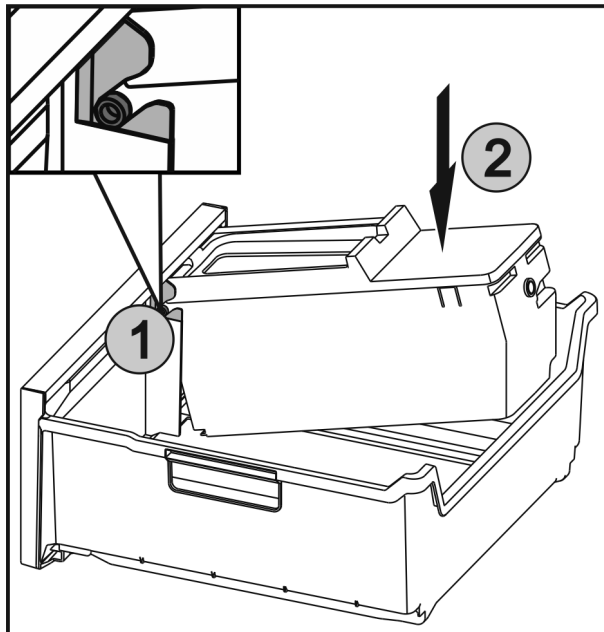

Fig. 59
- ▶ Umetnite osovine Fig. 59 (1) na EasyTwist-Ice-u u vodilice i prsnite stražnju stranu Fig. 59 (2) dok se spojnicu ne uglavi.